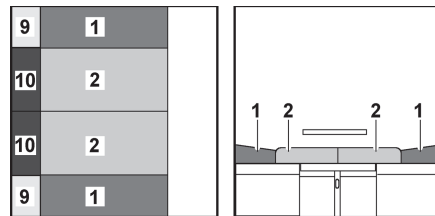

Fig. 121 Después de la transformación
- Tirar de los cojines del asiento (Fig. 121,2) hacia delante y hacia el centro.
- Colocar los cojines del respaldo (Fig. 121,1) entre los cojines del asiento y la pared.
- Colocar los cojines adicionales (Fig. 121,9) entre los cojines del respaldo y la pared.
- Colocar los cojines adicionales (Fig. 121,10) entre los cojines del asiento y la pared.
- ▷ Según el modelo, se deberán insertar dos cojines adicionales más pequeños en lugar del segundo cojín del respaldo (Fig. 121,1) y del segundo cojín adicional (Fig. 121,9).